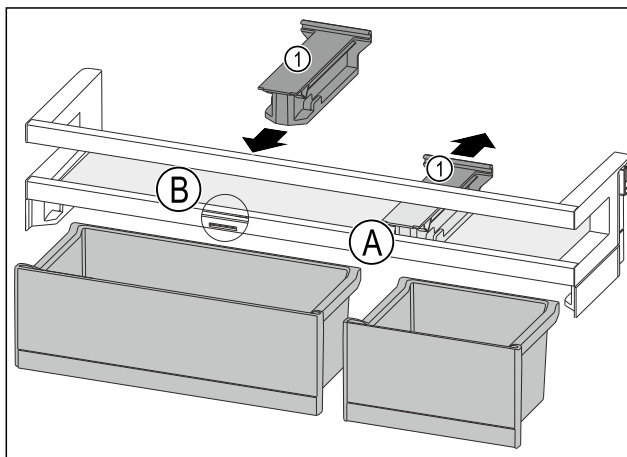

Fig. 94
- ▶ Držalni del Fig. 94 (1) odstranite nazaj v položaj Fig. 94 (A).
- ▶ Držalni del Fig. 94 (1) vstavite v položaj Fig. 94 (B).